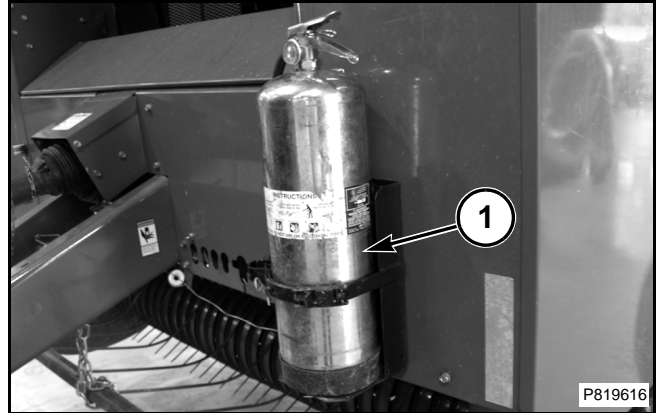

FIG. 4
FIG. 4: Debido a que las cosechas de heno son inflamables, consiga un matafuego (1) y sujételo en una ubicación de la enfardadora o del tractor que sea de fácil acceso. Está a su disposición a través de su concesionario un matafuegos de agua a presión con una capacidad de 9,46 litros (2-1/2 galones), con su correspondiente soporte de montaje, accesorios e instrucciones.